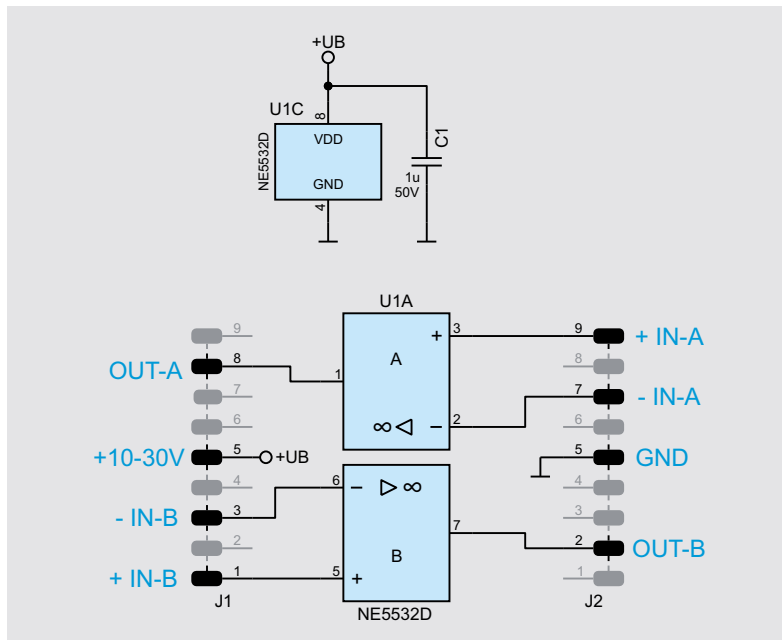

Bild 16: Schaltbild des Moduls CM-IC-NE5532-A
Dieses Modul enthält den bekannten Operationsverstärker (OP) NE5532 als Dual-OP (s. Bild 16). Dieser seit vielen Jahren bewährte Operationsverstärker ist sehr rauscharm und wird deshalb gerne in Audioschaltungen eingesetzt.